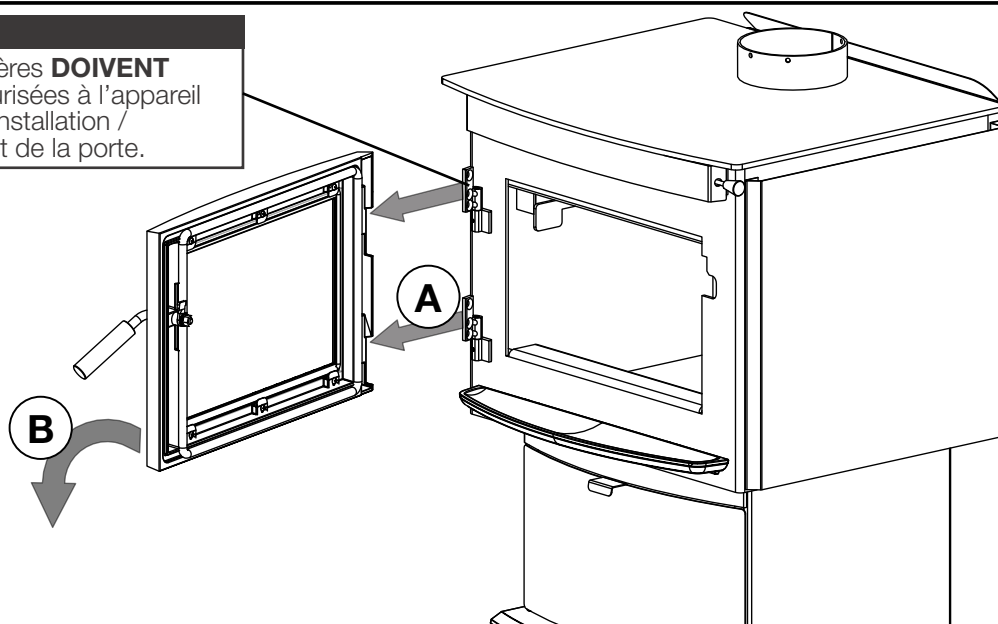

Fig. 4-2
2. Retirez la porte, en la-plaçant face vers le bas sur une surface doux et non-abrasive (**Fig. 4-2**). Faites attention de ne grattez pas la peinture.